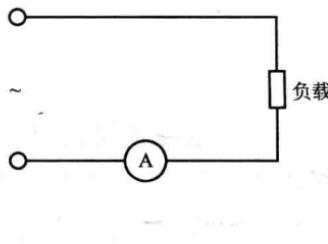

图1-1 交流电流的测量
1. 交流电流的测量 在测量量程范围内将电流表串入被测电路即可,如图1-1所示。